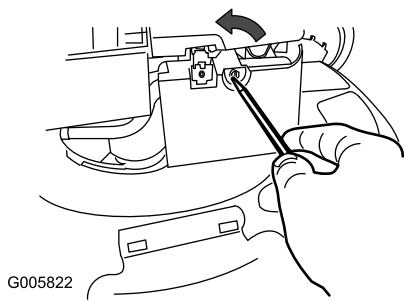

Bild 16
1. Öffnen Sie die Luftfilterabdeckung mit einem Schraubenzieher (Bild 16).